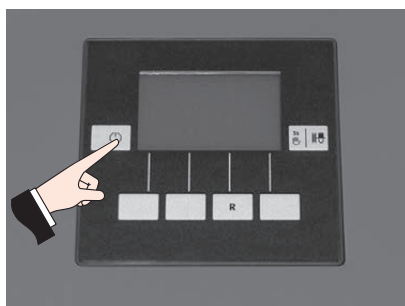

Fig. 3 Spegnere BioWIN lite
- ▶ Prima di aprire la porta di contenimento, spegnere assolutamente la caldaia con il **tasto ON/OFF** (vedere Fig. 3) e lasciarla raffreddare (nessuna visualizzazione sul display).